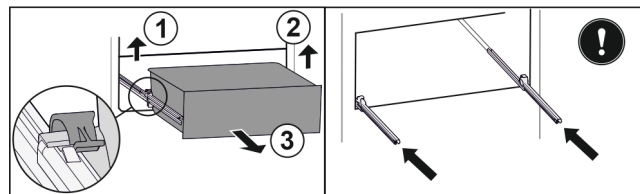

Fig. 111
- ▶ Linker klem optillen en gelijktijdig lade links naar voren trekken. Fig. 111 (1)
- ▶ Rechter klem optillen en gelijktijdig lade rechts naar voren trekken. Fig. 111 (2)
- ▶ Lade naar voren toe verwijderen. Fig. 111 (3)